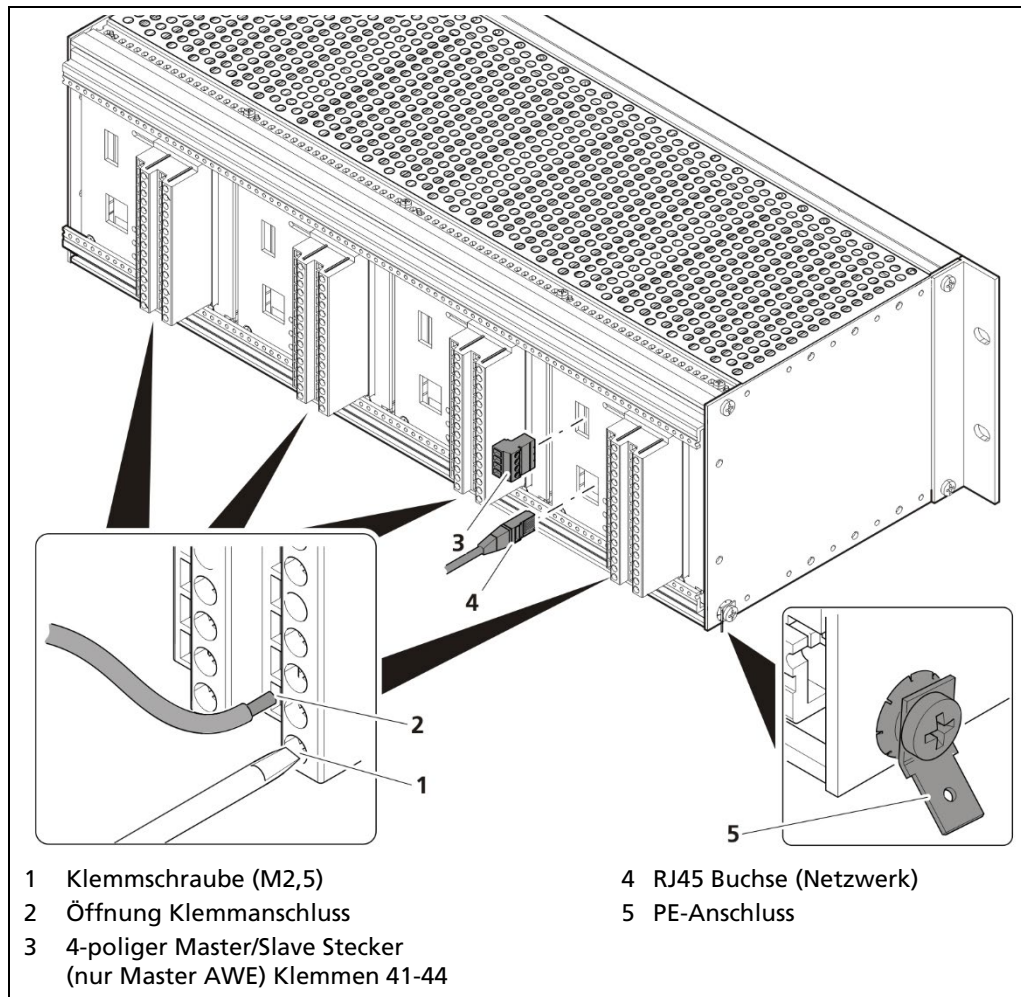

Abb. 20 Elektrischer Anschluss im 19" Baugruppenträger (Bsp.: 4x Maste)
3. Öffnen Sie die Klemmschraube (Abb. 20, Pos.1) und führen Sie die die abisolierte Ader (min. 8 mm) ein.
6. Stecken Sie den Netzwerkstecker in die RJ45 Buchse (Abb. 20, Pos.4) (optional).
7. Überprüfen sie den korrekten Anschluss der PE-Leitung (Abb. 20, Pos.5).